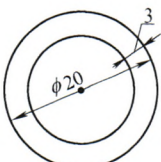

图 2
求解步骤如图2所示，①在草图中画出黄铜管截面轮廓，标注其尺寸，完成草图。②选择拉伸命令，拉伸长度为2 000mm。③选择该零件的iProperty，在物理特性中材料一栏选择黄铜，质量一栏中查看重量为2.714kg。④若是其他型材，更改草图的截面轮廓、拉伸长度和材料即可。